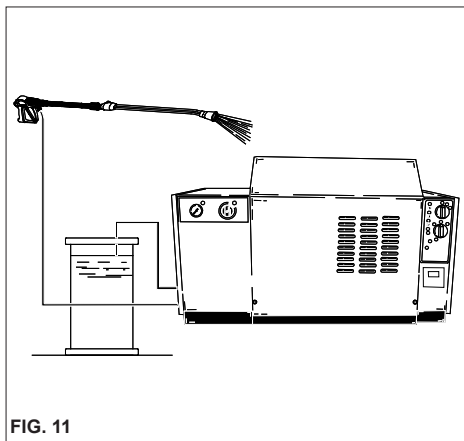

FIG. 11
- 3) Etter bruk med vaskemiddel må du skylle oppsugingskretsen. Stikk oppsugingsslangen for vaskemiddel (fig. 11) inn en beholder med rent vann og sett i gang pumpen i 1 minutt med doseringskranen helt åpen.
2) Etter bruk med vaskemiddel må du skylle oppsugingskretsen (fig. 11). Stikk oppsugingslangen for vaskemiddel inn en beholder med rent vann og sett i gang pumpen i 4 minutt med doseringskranen helt åpen og lansen i utførselsmodus.